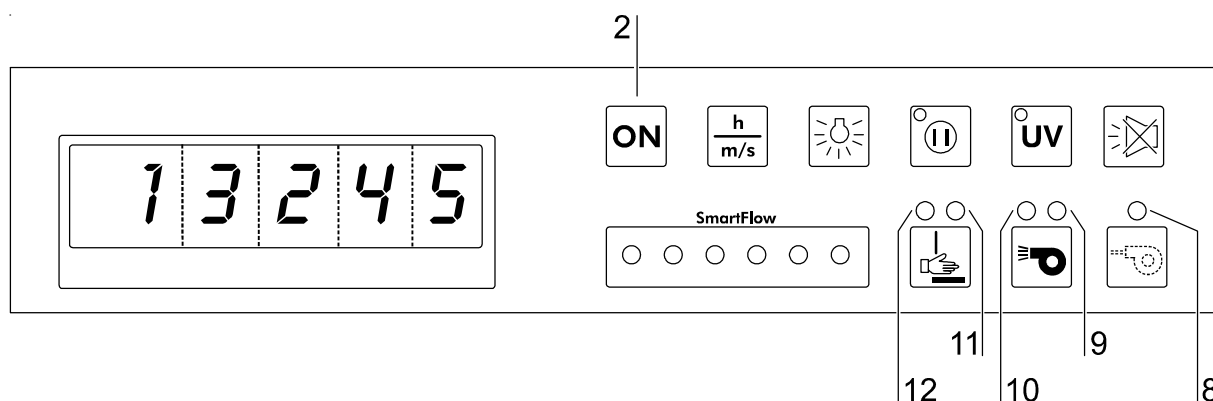

Fig. 14
1. **Fig. 14:** Conectar el aparato, mantener oprimida la tecla **ON** [2]: